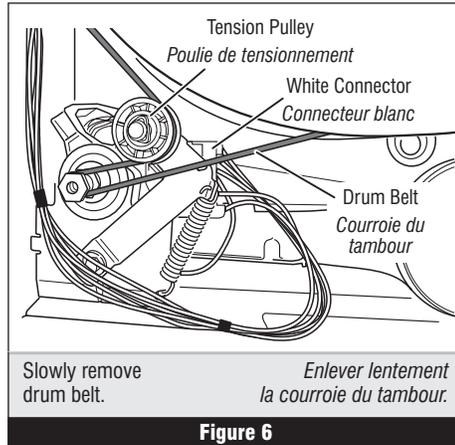

Figure 6
4. Check the belt switch and drive motor. Access the belt switch and drive motor by removing the back panel. See Removing the Back Panel, page 14. Slowly remove the drum belt from the spring-loaded belt switch tension pulley, gently letting the pulley down. See figure 6.
5. Remove the white connector from the drive motor switch. See figures 6 and 7.
4. Contrôler le contacteur du tensionneur de courroie et le moteur d'entraînement. Ôter le panneau arrière pour accéder au moteur d'entraînement et au contacteur du tensionneur de courroie. Voir Dépose du panneau arrière, page 14. Séparer lentement la courroie du tambour de la poulie de tensionnement chargée par ressort; laisser la poulie descendre doucement. Voir la figure 6.
5. Débrancher le connecteur blanc du contacteur du moteur. Voir figures 6 et 7.